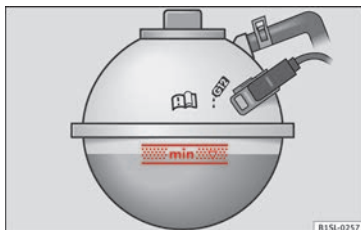

Fig. 244 Dans le compartiment moteur : repère sur le vase d'expansion du liquide de refroidissement.
- Avec le moteur froid, vérifiez le niveau du liquide de refroidissement à l'aide du repère latéral du vase d'expansion » » » **fig. 244**.
- Le niveau de liquide de refroidissement doit se trouver dans les limites repérées sur le vase d'expansion » » » **fig. 244**. **Ne dépassez pas le bord supérieur de la zone indiquée** » » » .
- Ajoutez du liquide de refroidissement seulement jusqu'au bord supérieur de la zone indiquée » fig. 244. Sinon, en cas de réchauffement, le surplus de liquide de refroidissement sera refoulé hors du circuit de refroidissement et provoquera des dommages.